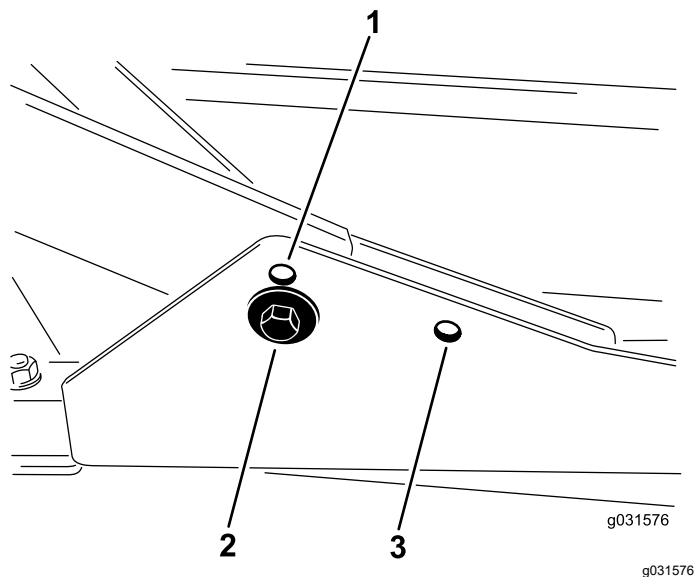

図 17
1. 刈高を 20-76 mm にセットする場合には、前キャリアフレームを下側の穴に取り付けます 図 17。
2. 刈高を 63-100 mm にセットする場合には、前キャリアフレームを上側の穴に取り付けます 図 17。
後カuttingユニットは、刈り高に関係なく後側の取り付け穴を使って取り付けます 図 17。